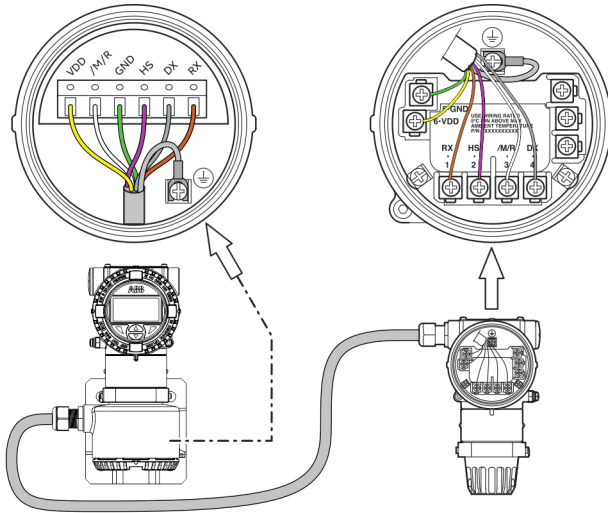

Fig. 32 - Connexion électrique
- Connecter les fils aux bornes correspondantes (voir Figure 32).